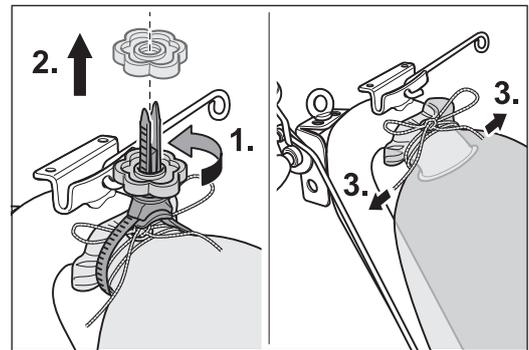

Abb. 38 Den MultiClip lösen (1. und 2.) und die Schleife am Staubsaack öffnen (3.).
- 4 Lösen Sie den MultiClip-Staubsaackverschluss durch das Aufdrehen der Mutter (Abb. 38, 1. und 2.) und nehmen Sie den MultiClip ab. Öffnen Sie die Schleife der Kordel am Staubsaack (Abb. 38, 3.).